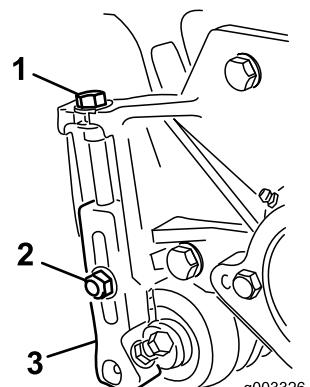

図 11
- 刈り高ブラケットをカッティングユニットのサイドプレートに固定しているロックナットをゆるめる図 11。